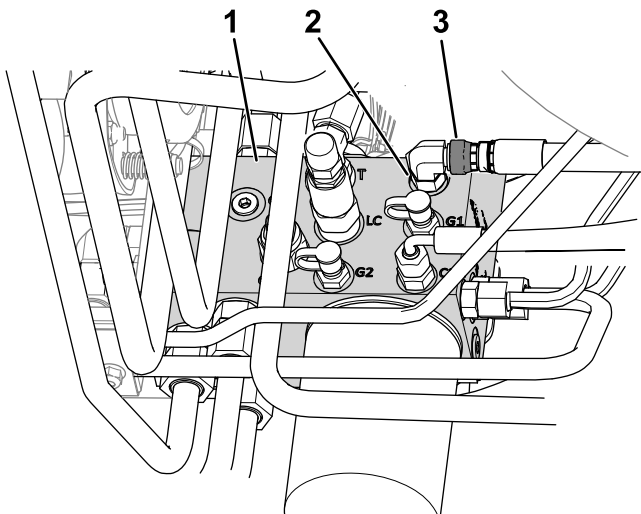

図 10
B. 油圧マニホールドのポート C1 に接続されているホースのスイベルナットをゆるめる図 10。